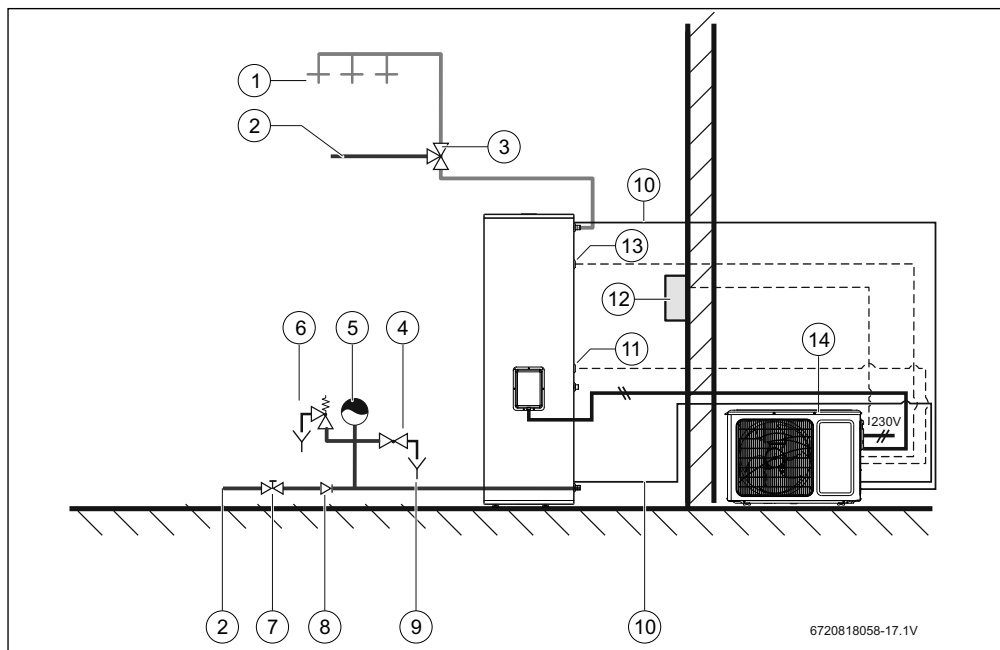

Fig. 29 Installation type recommandée
- ▶ Raccorder l'eau conformément aux prescriptions en vigueur. Tenir compte des règlements locaux relatifs aux installations d'eau potable. Une installation type recommandée est indiquée dans la figure 29.
L'installation d'une soupape de sécurité et d'un clapet anti-retour est obligatoire (fig. 29) pour éviter les problèmes liés aux variations de pression dans le ballon et les conduites d'alimentation.